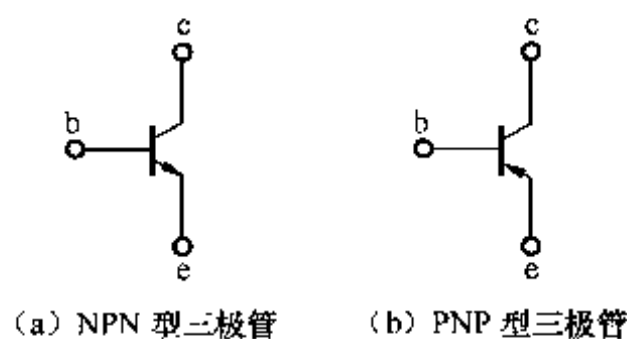

图 2-48 三极管的电路符号
普通三极管由两个 PN 结构成, 其电路符号如图 2-48 所示。普通三极管的检测可以使用指针型万用表的电阻挡, 也可以使用数字型万用表的二极管挡。
**提示** 如图 2-48 所示, 为了和集电极区别, 三极管的发射极上都画有箭头。箭头的方向代表发射结在正向电压下的电流方向。箭头向外的是 NPN 型三极管, 箭头向内的是 PNP 型三极管。用万用表测量三极管基极和发射极 PN 结的正向压降时, 硅管的正向压降一般为 0.5~0.7V, 锗管的正向压降多为 0.2~0.4V。